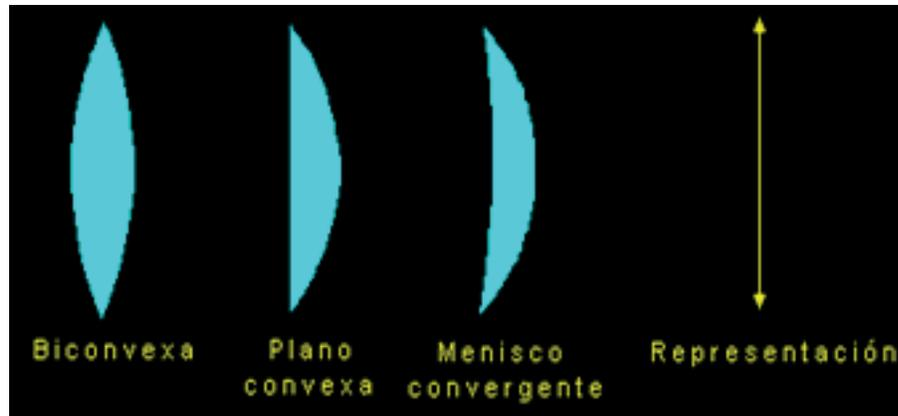

Figura 4.1. Tipos de lentes convergentes
Las lentes convergentes (figura 4.1), son más gruesas por el centro que por el borde, y concentran (hacen converger), en un punto los rayos de luz que las atraviesan. A este punto se le llama foco (F), y la separación entre él y la lente se conoce como distancia focal (f).